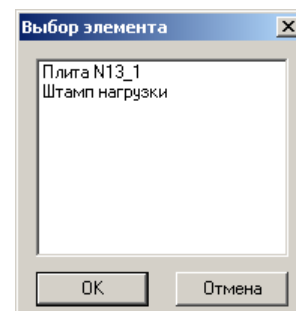

Рис.1.14.4. Окно диалога **Выбор элемента**
- В открывшемся окне диалога **Выбор элемента** (рис. 1.14.4) уточните выбор: